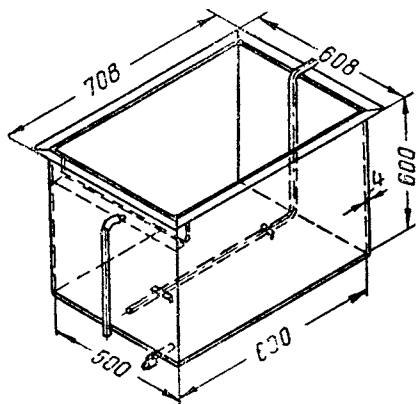

Рис. 4. Ванна холодной промывки
- 1) ванны для промывки в холодной воде (рис. 4);